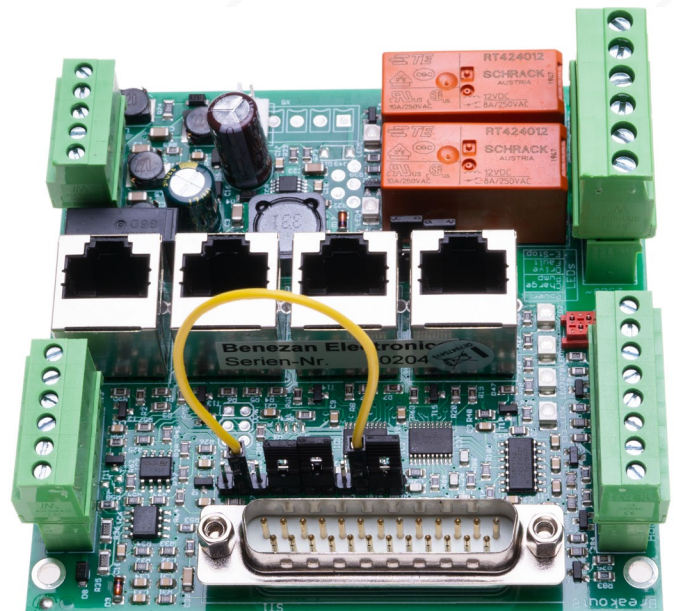

Bild 11: Jumperung für die Verwendung mit EdingCNC
- Die Jumper des Interface Advanced Pro müssen gesetzt werden, wie auf der nächsten Seite in Bild 11 beschrieben.
- 2-9, 4-5, 6-7, 10-11 (siehe Bild 11)